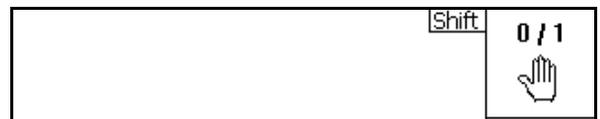

Fig. 12
- Ist die Shift-Taste aktiv, wird dies am Display angezeigt (Fig. 12).